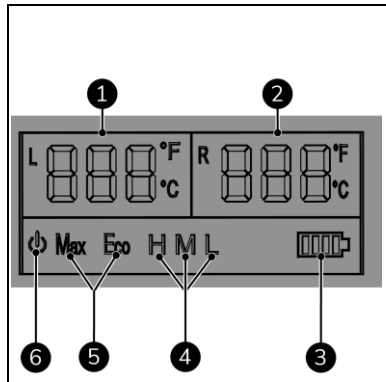

Abbildung 6
- Temperatur (Abbildung 6, Pos. 1 & 2) zeigt die eingestellte oder aktuelle Temperatur in der linken bzw. rechten Box an (Celsius oder Fahrenheit).
- Batterie (Abbildung 6, Pos. 3) zeigt den Zustand der Fahrzeugbatterie an.
- Batterieschutz (Abbildung 6, Pos. 4) zeigt den aktuell gewählten Batterieschutzmodus (hoch, mittel oder niedrig) an.
- Kühlkapazität (Abbildung 6, Pos. 5) zeigt die Kühlkapazität (MAX oder ECO) an.
- EIN/AUS (Abbildung 6, Pos. 6) zeigt an, ob das Gerät ein- oder ausgeschaltet ist.
Wenn das Gerät an die Stromversorgung angeschlossen ist, leuchtet die Ein/Aus-Anzeigeleuchte (Abbildung 6, Pos. 7).